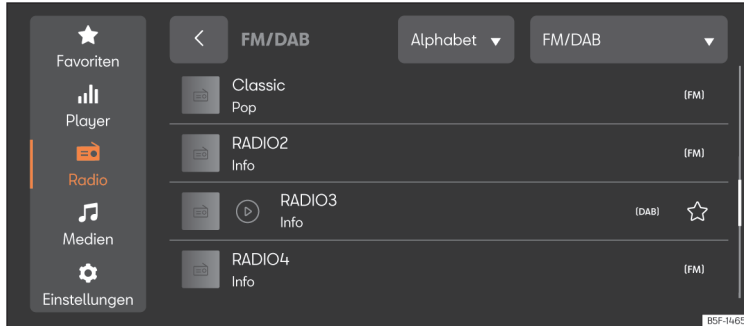

Abb. 170 Schematische Darstellung: Ansicht Radio.
- Drücken Sie **HOME** > > (Abb. 170).